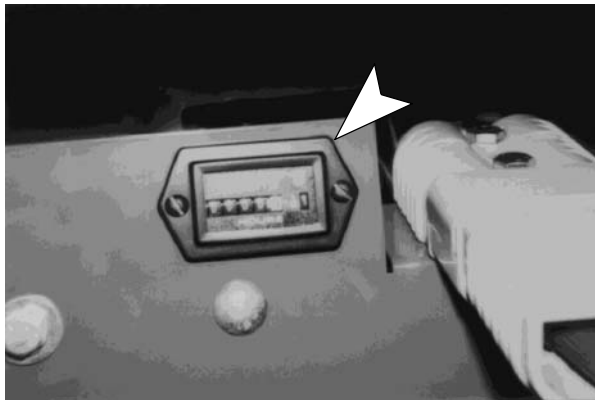

FIG. 12
1. Votre machine est équipée d'un compteur horaire qui se trouve à l'intérieur du compartiment des batteries près de la prise de la machine (Figure 12).